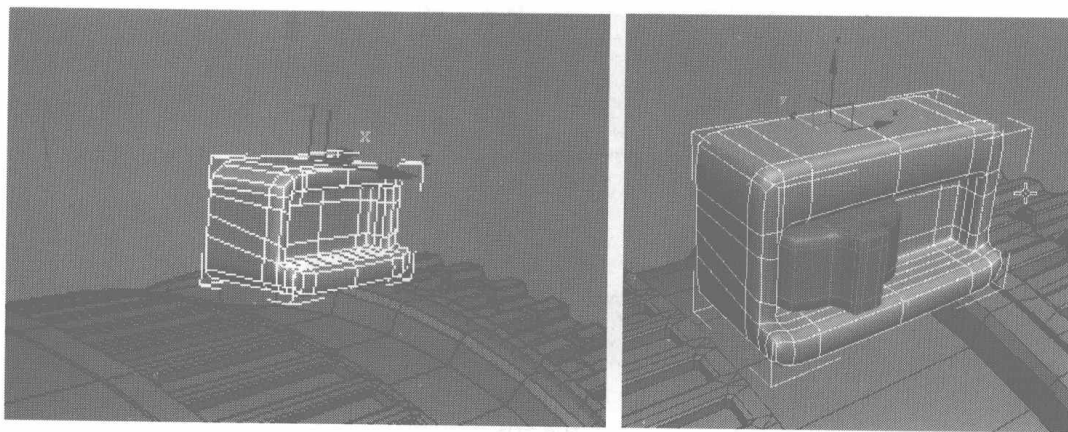

图 6.500
- 10 同样再为该按钮添加一些细分线，再进行适当的调整，调整为方形，效果如图 6.500 所示。再用 Box 物体制作一个开关滑块，这里不再叙述，可参看配套光盘。